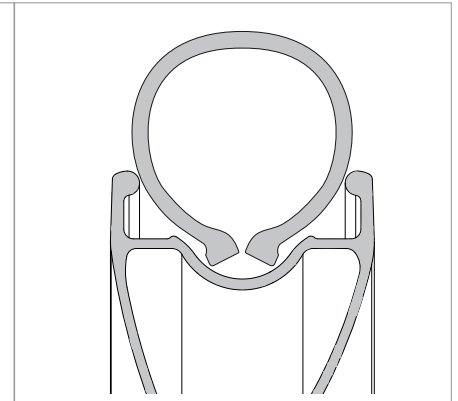

Abb.14
- Den zweiten Wulst des Reifens beginnend von der gegenüberliegenden Seite des Ventils anbringen (Abb. 14).